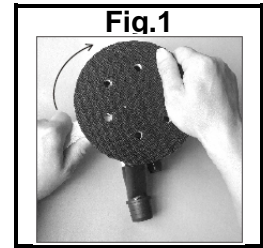

Fig.1
3. Vissez le disque de abrasif à la main dans le filetage intérieur du bloc de palier (no. 21) dans le sens des aiguilles d'une montre. Utilisez la clé spéciale fournie (fig.1) pour bloquer l'arbre en ce faisant.
2. Démontez le disque abrasif du bloc de palier (no.21) en le tournant dans le sens inverse des aiguilles d'une montre. Utilisez la clé spéciale fournie (fig.1) pour bloquer l'arbre.
3. Apriete el tornillo girando manualmente hacia la derecha el disco de lija introduciendo el cabezal en el soporte del cojinete (Parte #21) mientras sostiene la llave sobre la placa del soporte como se muestra en (Fig.1)